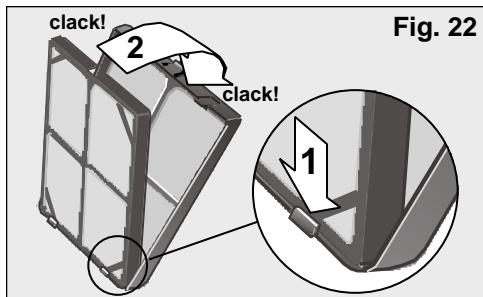

Fig. 22
- Introduisez le filtre double actif + positionneur dans le filtre de base comme indiqué dans la Fig. 22, en tenant compte que vous devrez en premier lieu l'emboîter dans les crochets inférieurs.